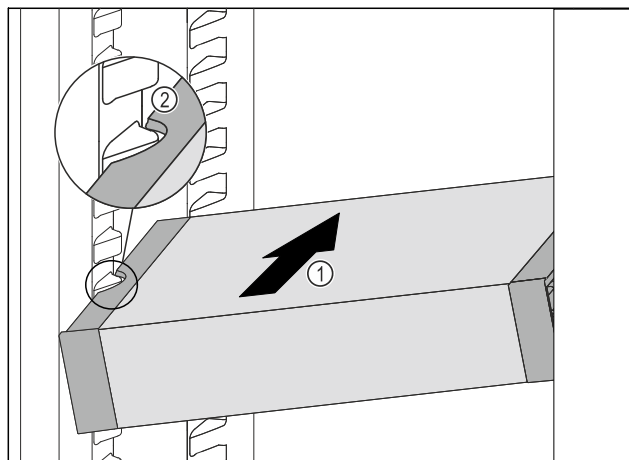

Fig. 47
- ▶ Zasuňte VarioSafe do chladničky pod úhlem tak Fig. 47 (1), aby vybrání na bocích Fig. 47 (2) VarioSafe byla na úrovni žebrování na nádoby v chladničce.